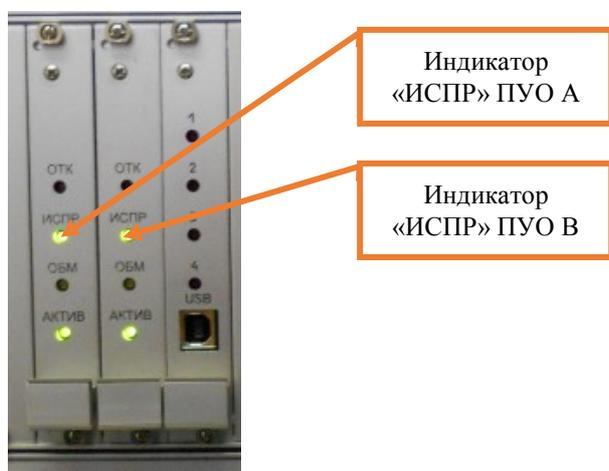

Рисунок 21. Показания индикаторов плат ПУО.
7.8.8 Проверить на лицевых панелях плат управления одноканальных (ПУО) показания индикатора «ИСПР», они оба должны гореть зеленым цветом (Рисунок 21).